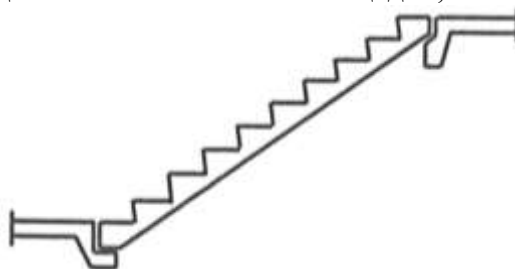

Рис. 1. Опираение лестничного марша на лестничные площадки
**Задача 1.** Обоснуйте и изобразите расчетную схему для железобетонного лестничного марша, опирающегося на лестничные площадки, как показано на рис. 1.